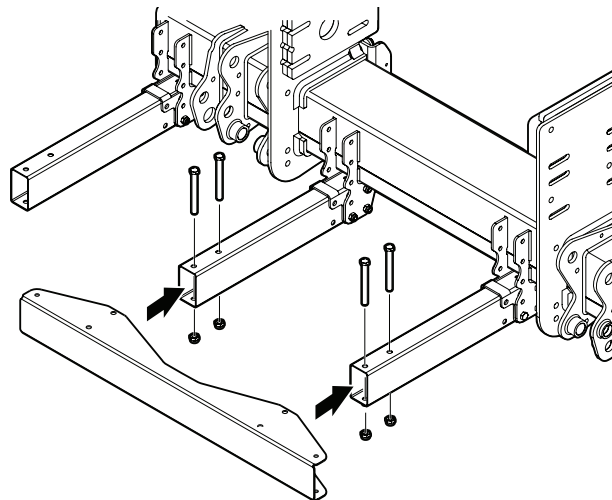

Imagen 53. Montaje de perfil de chapa interno
2. Monte el perfil de chapa central con 4 tornillos M12x110 en las consolas. Consulte Imagen 53.